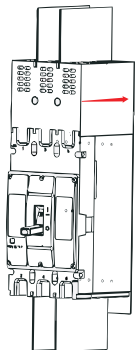

图3
3.按照图2飞弧罩与底座、中盖之间卡接后，按照图3施加力按照红色标注方向使飞弧罩进行运动，安装完成后如图3